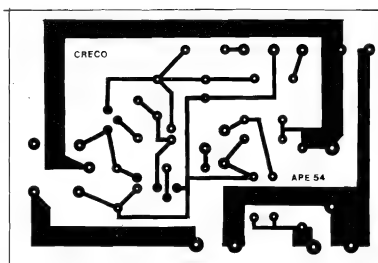

Fig.2
**FIG. 2 - LAY OUT DO CIRCUITO IMPRESSO ESPECÍFICO** - Sendo o circuito simples, baseado em poucos componentes, também o Impresso é descomplicado, de desenho "descongestionado", com arranjo de ilhas e pistas ao alcance mesmo das "habilidades" de um iniciante... A figura (as áreas em preto representam as partes que restam cobreadas, no Impresso, depois da corrosão...) está em tamanho natural, o que facilita a sua reprodução direta sobre um fenolite virgem (ver as medidas na **LISTA DE PEÇAS...**) por simples "carbonagem". Na sequência da confecção, o Leitor/Hobbysta deve proceder à traçagem com tinta ou decalques ácido-resistentes, corrosão na solução de perclorato de ferro, limpeza, furação, etc., ns normas já várias vezes explicadas aqui mesmo em **A.P.E.** - Notar que algumas das trilhas, aquelas que circundam a periferia da